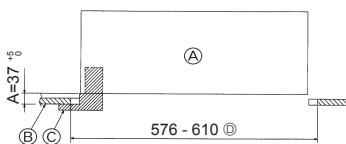

Fig. 5-2
②	Vis avec rondelle	4	M5 x 0,8 x 28 (mm)
③	Jauge	1
④	Fil de jonction pour le récepteur de signal	1	Fourni avec le récepteur de signal.
⑤	Fil de jonction pour le capteur i-See	1	Fourni avec le capteur i-See.
⑥	Fixation	2	Fourni avec le récepteur de signal.
⑦	Fixation	2	Fourni avec le capteur i-See.
⑧	Télécommande sans fil	1	Fournie s'il s'agit d'un modèle avec télécommande sans fil.
⑨	Support de la télécommande	1	Fournie s'il s'agit d'un modèle avec télécommande sans fil.
⑩	Piles LR6 AA	2	Fournie s'il s'agit d'un modèle avec télécommande sans fil.
⑪	Vis autotaraudeuses 3,5 x 16	2	Fournie s'il s'agit d'un modèle avec télécommande sans fil.
5.2. Préparatifs préalables à la fixation de la grille (Fig. 5-2)